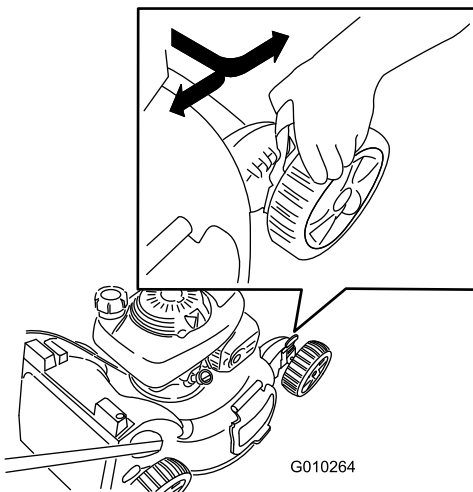

Figure 20
Choisissez la hauteur de coupe voulue. Réglez tous les leviers de hauteur de coupe à la même hauteur. Pour élever et abaisser la machine, voir Figure 20.
2. Tournez le levier du robinet d'arrivée de carburant en position OUVRETE (Figure 20).